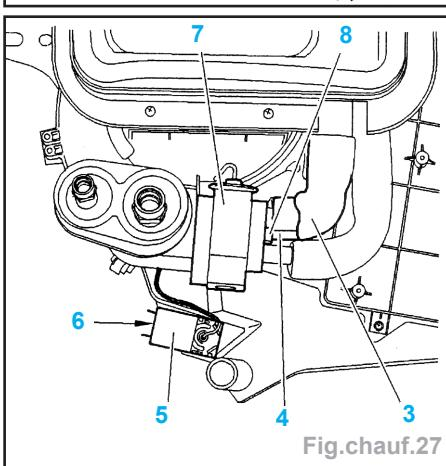

Fig.chauf.27
- Ecartez la gaine (3) (Fig.chauf.27).
- l'agrafe (4),
- l'écrou (6),
- le thermostat anti-givre (5),
- les vis (8),
- le détendeur (7).